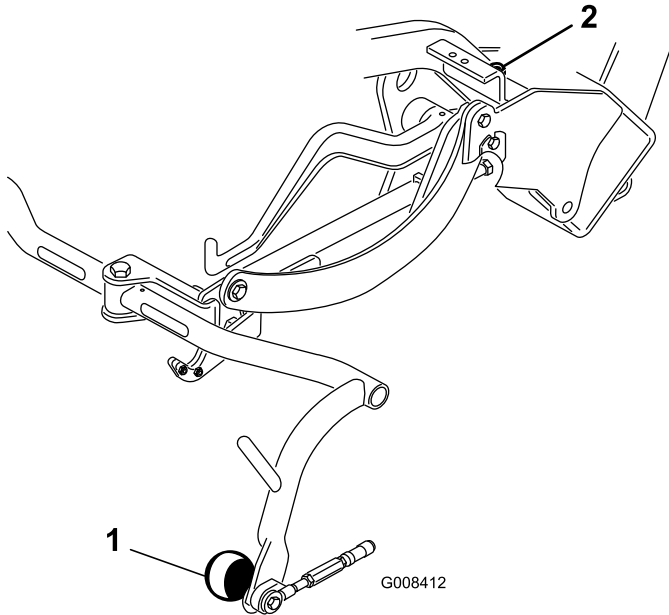

Bild 9
3. Sollte eine Einstellung erforderlich sein, lösen Sie die Klemmmutter an der Anschlagsschraube des Trägerrahmens (Bild 9) und drehen Sie die Schraube nach oben oder unten, um den Trägerrahmen anzuheben oder abzulassen. Ziehen Sie die Klemmmutter nach dem Einstellen fest.